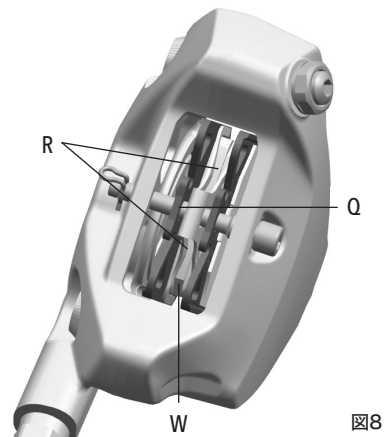

図8
前後のパッド共に、パッド摩耗インジケーター (W) が存在し、パッドがメタル・サポート (Q) に対して、ピストンに接触しながら正しい位置にあることを、そしてパッドのフリクション・エリア (R) がディスクに接触していることを確認します (図8)。そうでない場合は、資格のあるメカニック、またはカンパニョーロ プロ・ショップに相談してください (“2章 - インフォメーションとテクニカル・サポート” をご参照ください)。
ウエットで、泥、砂、埃の多い状況下で使用すると、ブレーキ・パッドの寿命は極端に短くなり、きれいなアスファルト道路で使用する場合より早期に摩耗します。そのため、摩耗インジケーター (W - 図8) がパッド上に見えていることを、頻繁に確認することが非常に重要です。摩耗インジケーターが見えなくなった場合は、メカニックに依頼し、パッドを交換してください。